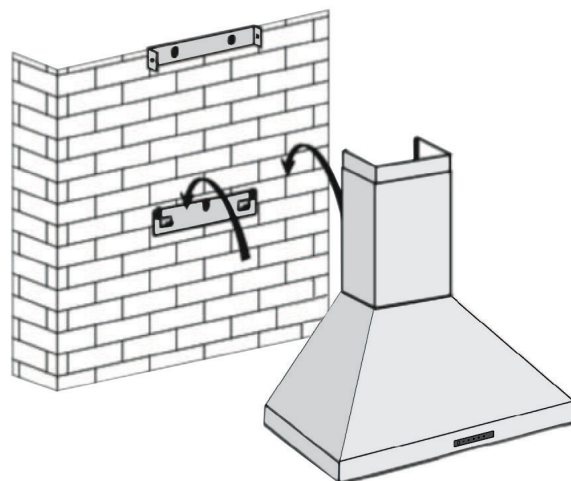

Figure 3
- suspendre les crochets de la hotte sur les supports inférieurs du montage (voir figure 3).